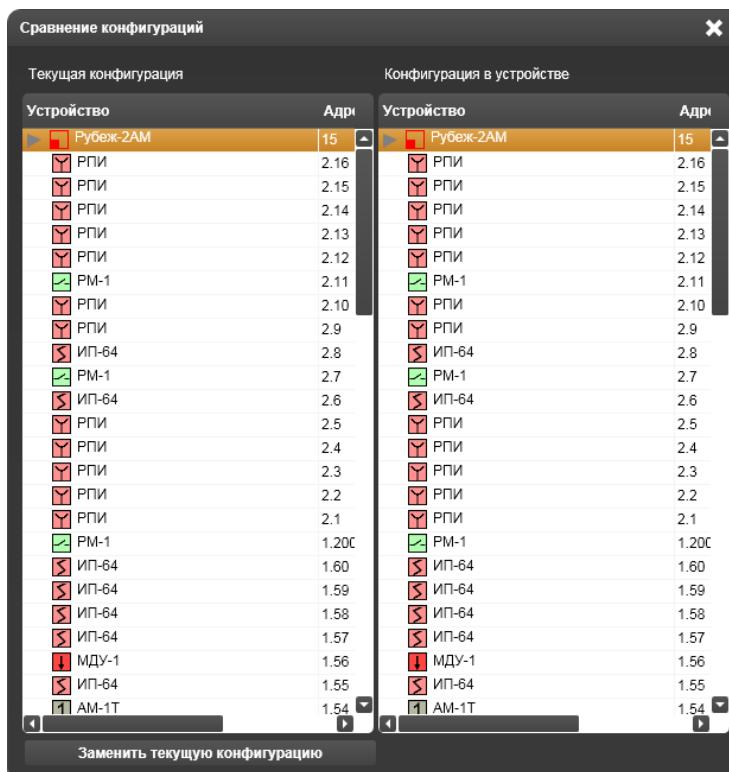

Рисунок 14.3.19 – Диалоговое окно Сравнение конфигураций
**Считать конфигурацию из прибора** – функция считывания конфигурации выделенного в рабочей области устройства. Если выбрать эту функцию, то программа FireSec-2 по результатам считывания откроет эту конфигурацию в дополнительном окне (Рисунок 14.3.19), где её можно просмотреть, сравнить с текущей конфигурацией и заменить считанной конфигурацией.